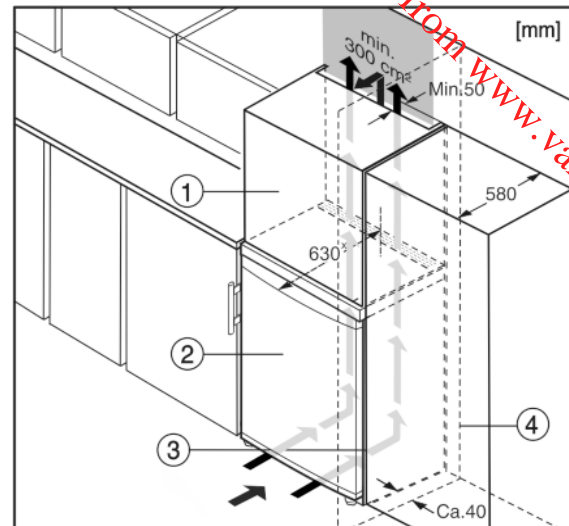

Fig. 6
- (1) Opbouwkast
- (2) Apparaat
- (3) Keukenkast
- (4) Wand
Het apparaat Fig. 6 (2) kan worden ingebouwd in de keuken. Om het apparaat aan de hoogte van het keukenblok aan te passen, kunt u er een passende opbouwkast Fig. 6 (1) op plaatsen.
Bij een ombouw met keukenkasten (diepte max. 580 mm) kan het apparaat direct naast de keukenkast Fig. 6 (3) worden geplaatst. Het apparaat steekt aan de zijkant 34 mm* en in het midden 50 mm* uit ten opzichte van het keukenkastfront.
Plaast u het apparaat met de scharnierkant naast een muur Fig. 6 (4), dan moet de afstand tussen apparaat en muur minstens 40 mm bedragen. Dit in verband met het uitsteken van de deurgreep bij een geopende deur.